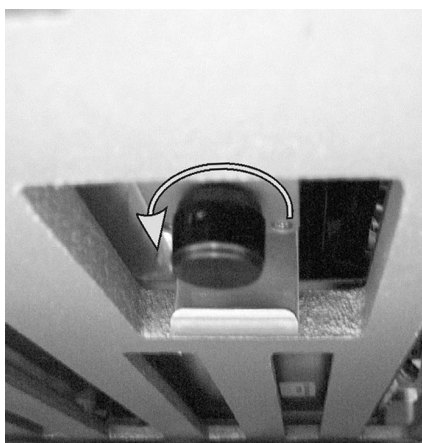

Рисунок 132: Ручка ручной разблокировки
4. Найдите ручку ручной разблокировки (см. Рисунок 132) под блоком окрашивания препаратов.